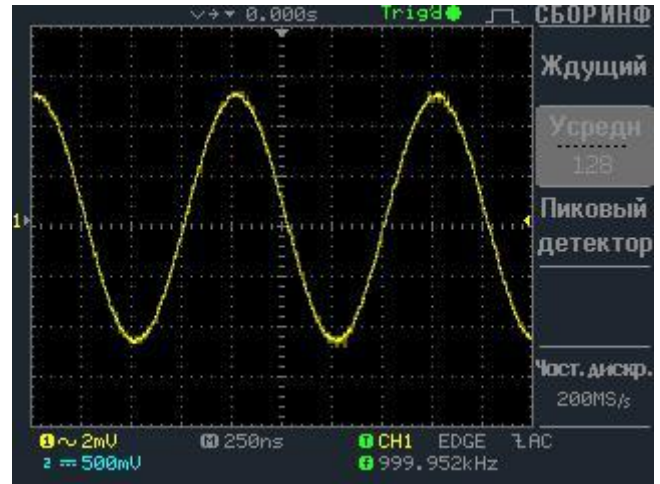

Рис. 8-18. Усреднение включено
- **Усреднение.** На дисплее осциллографа будет индицироваться сигнал, который является результатом сложения нескольких последовательных форм входного сигнала полученных после каждого запуска развертки. Всего возможно усреднение от 2 до 256 раз. Этот режим удобен, например, при исследовании формы сигнала искаженного случайными шумами и для увеличения разрешения. На рис 8-17 отображен сигнал отображенный шумами, на рис.8-18 тот же сигнал, но при включенном усреднении.